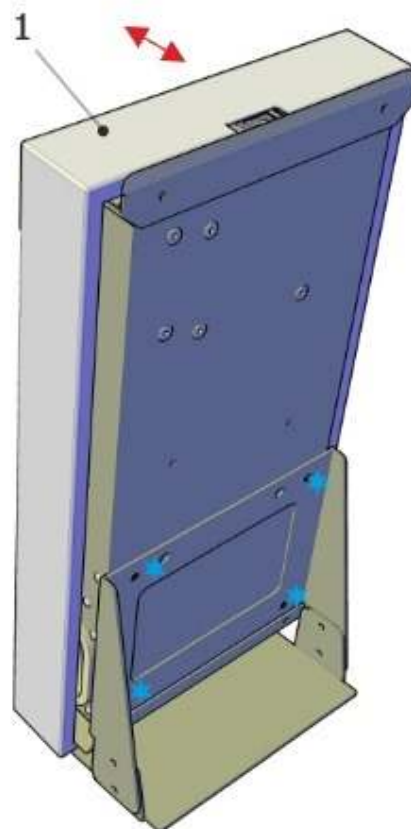

Рисунок 4
- снять внешнюю крышку [1] Изделия с магнитных фиксаторов (Рисунок 4);